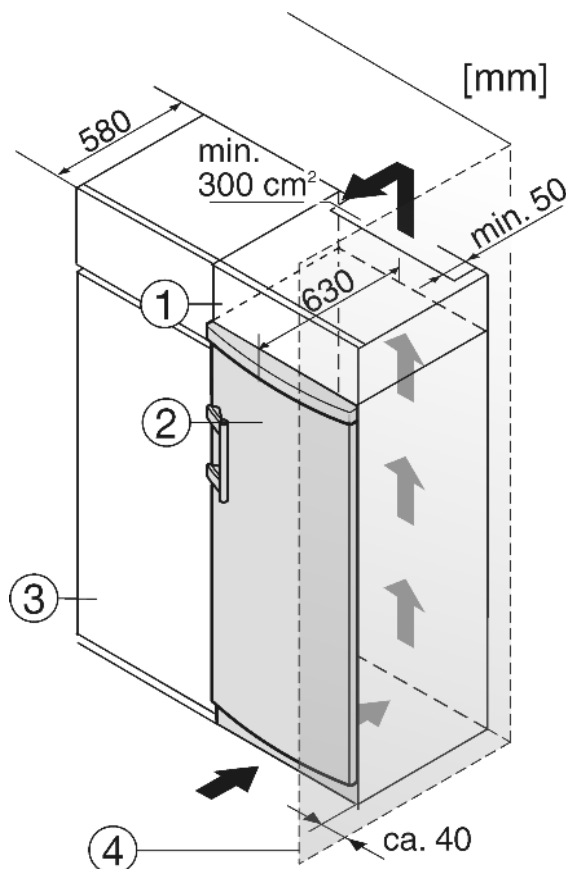

Fig. 7
- (1) Szafka nasadzana
- (2) Urządzenie
- (3) Szafka kuchenna
- (4) Ściana
Urządzenie może zostać obudowane szafkami kuchennymi. Aby dopasować urządzenie Fig. 7 (2) do wysokości ciągu szafek kuchennych, można nad urządzeniem umieścić szafkę nasadzaną Fig. 7 (1).
W przypadku obudowania szafkami kuchennymi (głębokość maks. 580 mm) urządzenie można ustawić bezpośrednio obok szafki kuchennej *Fig. 7 (3)*. Drzwi urządzenia wystają z boku o 34 mm i na środku urządzenia o 50 mm w stosunku do frontu szafek kuchennych. Dzięki temu można je bez problemu otwierać i zamykać.
Jeżeli urządzenie będzie ustawiane z zawiasami do ściany *Fig. 7 (4)*, to pomiędzy urządzeniem i ścianą należy zachować minimalny odstęp, wynoszący 40 mm. Na taką odległość wystaje klamka przy otwartych drzwiach.